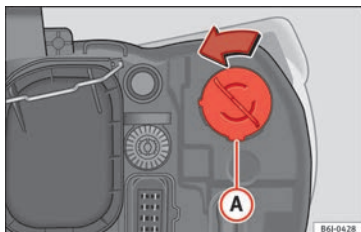

Fig. 186 Feux clignotants.
- Tournez le support d'ampoules » **fig. 186** ① vers la gauche puis tirez.